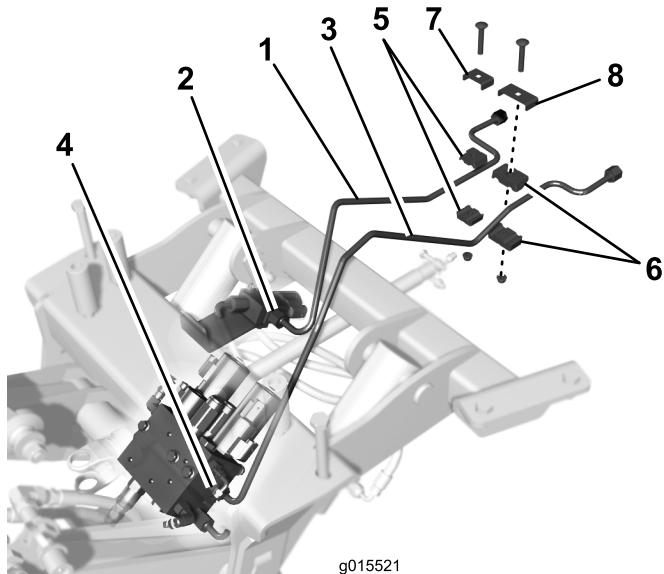

Рисунок 9
3. Подсоедините задний конец короткой гидравлической трубы к трубке на машине (Рисунок 9).
4. Подсоедините задний конец длинной гидравлической трубы к трубке на машине (Рисунок 9).
на машине с помощью малого трубного зажима, пластины, каретного винта и фланцевой гайки, как показано на Рисунок 9.
7. Прикрепите, не затягивая, длинную гидравлическую трубку к соседней трубке на машине с помощью большого трубного зажима, пластины, каретного винта и фланцевой гайки, как показано на Рисунок 9.